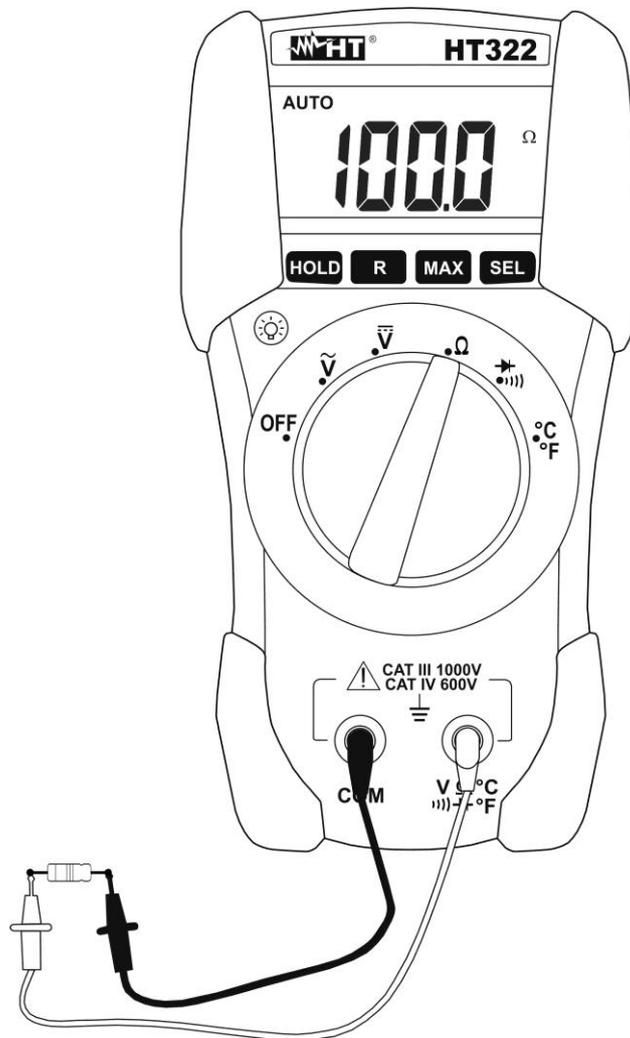

Fig. 4: Uso do instrumento para medir Resistências
3. Inserir o cabo vermelho no terminal de entrada $V\Omega$ (para HT321) ou $V\Omega$ (para HT322) e o cabo preto no terminal de entrada **COM** (ver Fig. 4).
7. Colocar as ponteiros nos pontos pretendidos do circuito em exame (ver Fig. 4)